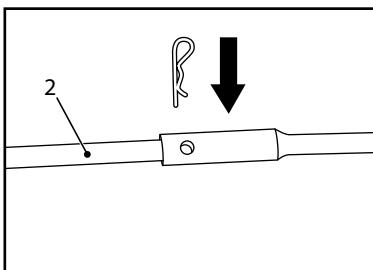

Рис. 9.
- Совместите отверстия на ручке (рис. 2, поз. 5) с отверстиями на штоке поворота выпускного желоба. Закрепите пружинным штифтом (рис. 9).